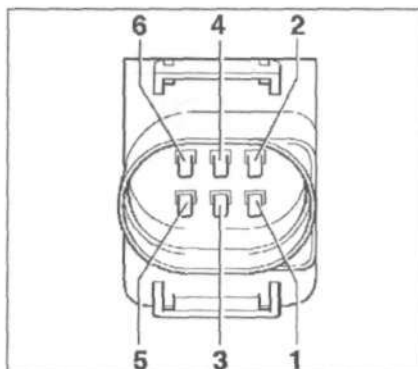

Рис. 7.37. Измерьте сопротивление между контактами 1 и 3 разъема проводки.
- измерьте сопротивление между контактами 1 и 3 разъема проводки (рис. 7.37). **Заданное значение:** педаль акселератора в положении холостого хода – 1.0-1.5 кОм, педаль акселератора в полностью нажатом положении – 1.5-2.5 кОм;